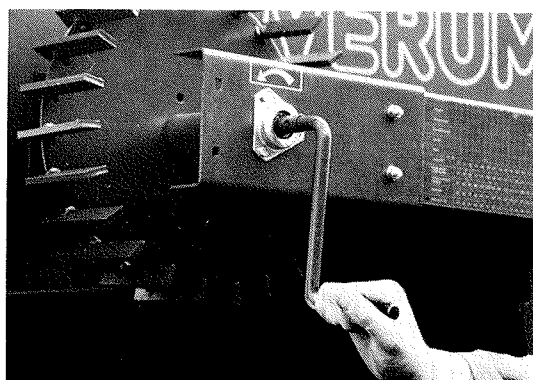

Fig. 46
8. Sätt den medföljande veven i drivrullens axel, se fig 46. (Veven sitter i höger framben, på vilka behållaren är fastsatt). Drag runt veven moturs. För att utsädet skall bli homogent runt matarvalsarna och utmatningsprovet rättvisande bör veven vridas runt minst 20 varv.